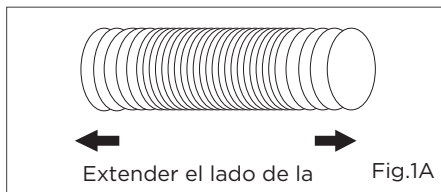
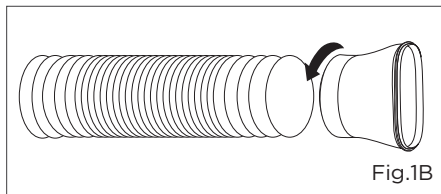

Fig.1A
Fig.1B
1. Extienda cualquiera de los dos lados de la manguera (Fig. 1A) y atornille la manguera al conector A (Fig. 1B).